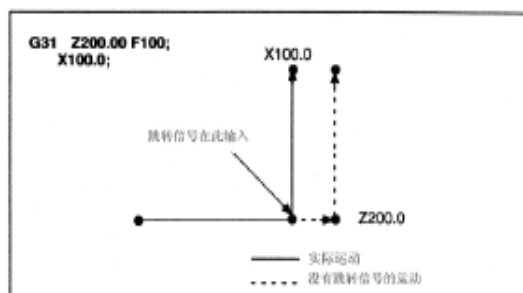

图 3-14
9) G31 的下一个程序段是 1 个轴的绝对坐标编程，见图 3-14